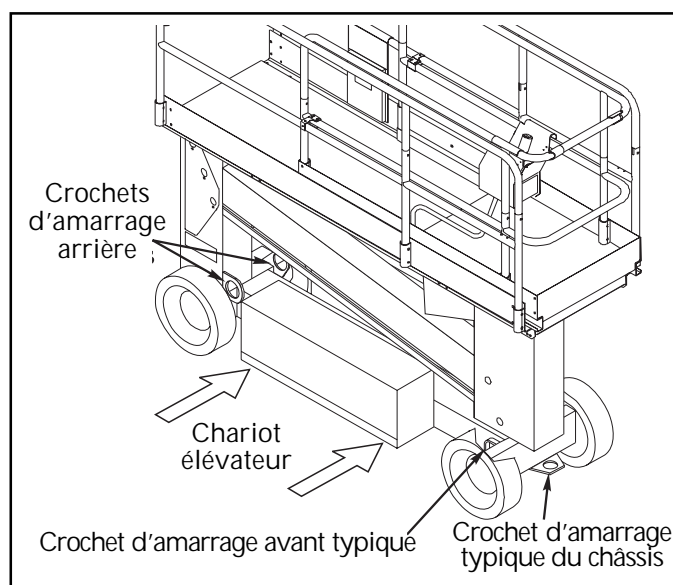

Figure 3 : Transport de la plate-forme de travail
Transporter avec un chariot élévateur en soulevant par le côté du châssis sous les modules du châssis (figure 3).
Fixer les courroies sur les crochets de levage du châssis uniquement (figure 3).
2. Bloquer la plate-forme de travail sur le véhicule de transport avec des chaînes ou des courroies d'une capacité suffisante fixées sur les crochets d'amarrage du châssis uniquement (figure 3).